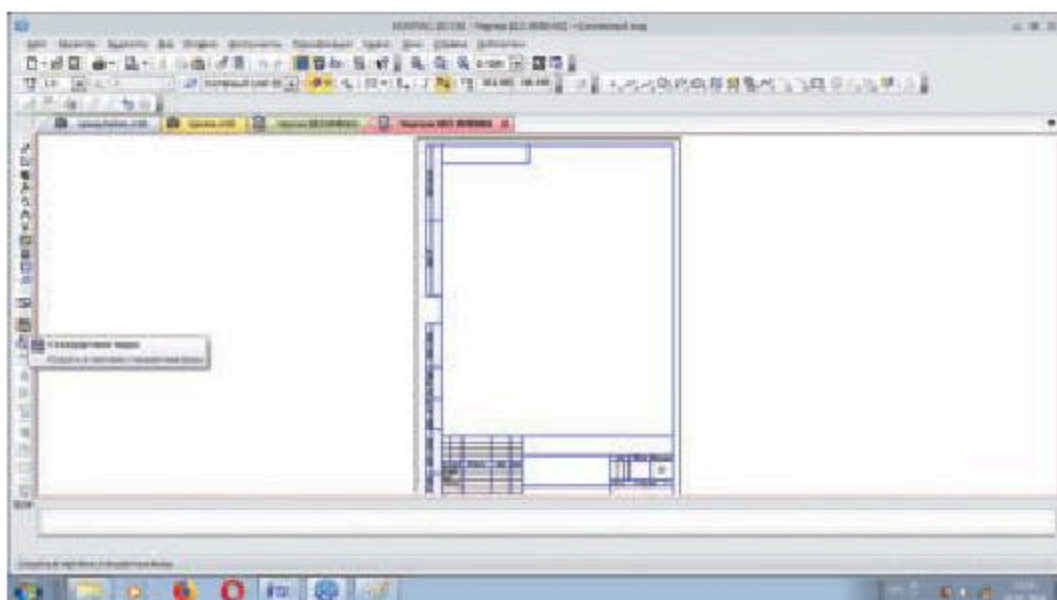

Рис. 16.2
2. Если вызвать команду **Ассоциативные виды** падающего меню **Вид панели инструментов** (рис. 16.2), появится компактная панель **ассоциативные виды** и изображение, показанные на рисунке 16.3.